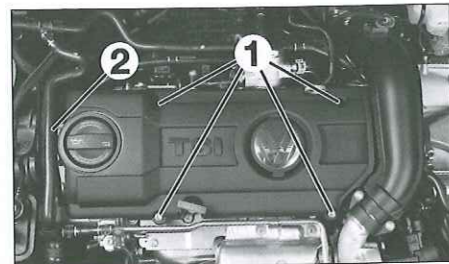

Fig. 47
- Desatornillar las fijaciones (1) de la tapa motor (Fig.47).
- Desconectar los manguitos (2).